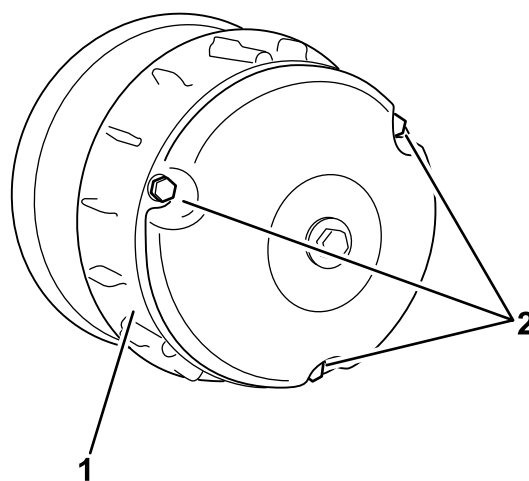

Figure 50
- Retirez les trois boulons qui fixent le couvercle de l'embrayage et déposez le couvercle (Figure 50).
- Posez le couvercle d'embrayage et fixez-le avec les 3 boulons (Figure 50) que vous avez retirés à l'opération 1.